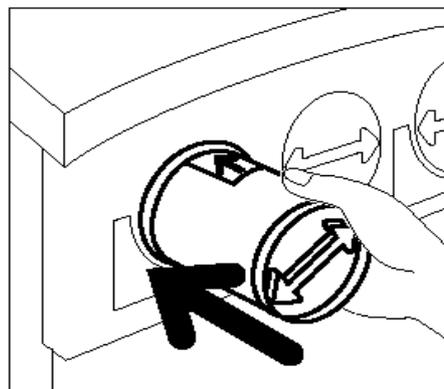

Fig. 12: Allineamento della freccia sulla cartuccia e inserimento nella copiatrice/stampante
- 7** Allineare la freccia sulla cartuccia con la freccia sollevata situata nella parte superiore dell'apertura, quindi fare scorrere la cartuccia dentro la copiatrice/stampante, come illustrato in Fig. 12.